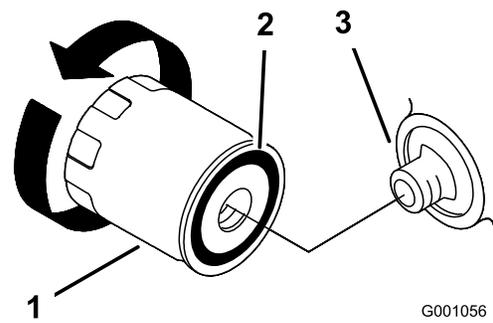
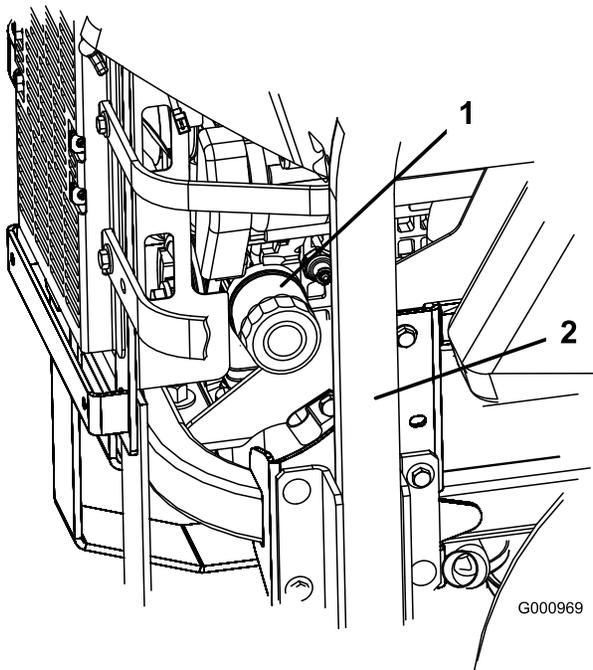

Figura 44
Figura 43
3. Gire el filtro en el sentido contrario a las agujas del reloj para retirarlo (Figura 43 y Figura 44).